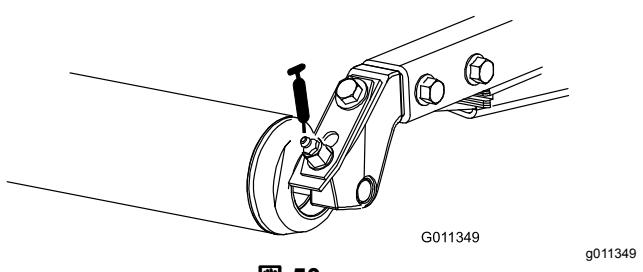

図 50
- 後ローラのベアリング各カッティングユニットに2ヶ所 図 50